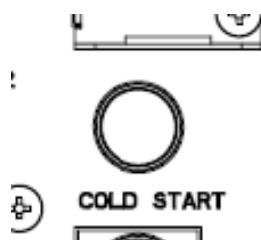

Fig. 3-8 Cold Start
4. Pulse el botón de arranque en frío («COLD START»), punto 11 de la (Fig. 3-8).